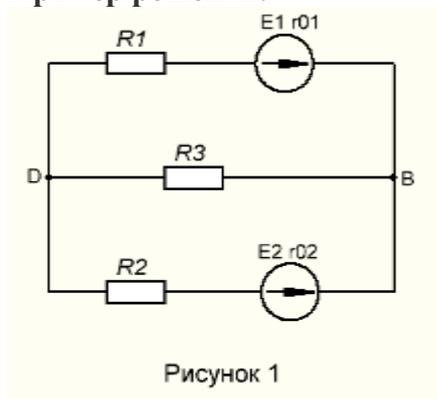
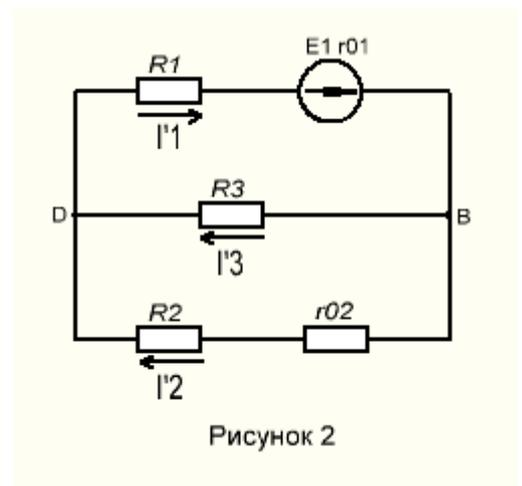

Рисунок 1
Рисунок 2
1. Предположим, что в цепи действует только E_1 **рисунок 2**. Укажем на этой схеме направление частных токов создаваемые источником E_1 (токи обозначим с одним штрихом $I'1$; $I'2$; $I'3$). *Обратите внимание, если у источника (E_1 ; E_2) есть внутреннее сопротивление (r_{01} ; r_{02}), то при присоединения данного источника его внутренне сопротивление остоётся в схеме.*
4. Мы нашли все частные токи в первой схеме (рисунок 2).
8. Найдем действующие токи в изначальной схеме (рисунок 1) путем алгебраического сложения частных токов первой (рисунок 2) и второй (рисунок 3) схемы. Для этого смотрим как направлены токи в одинаковых ветвях на рисунке 2 и 3. Если токи направлены в одном направлении, то тогда они складываются, а если токи направлены в